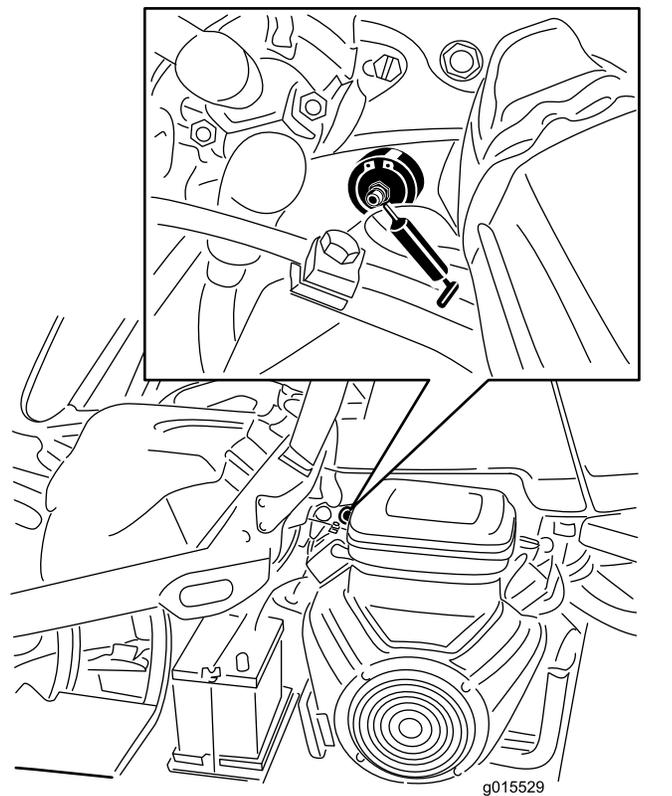

Bild 25
1. Wischen Sie die Schmiernippel ab, um das Eindringen von Fremdkörpern in die Lager und Büchsen zu vermeiden (Bild 25).